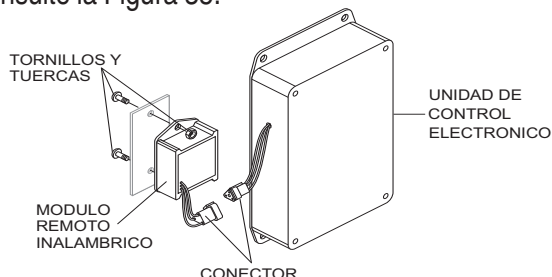

Figura 35. Instalando el módulo de control remoto
3. Instale el módulo del control remoto inalámbrico con los dos tornillos y las tuercas provistas dentro del panel. El conector de 3-cables se conecta del módulo de control remoto inalámbrico a la unidad de control electrónico. Consulte la Figura 35.